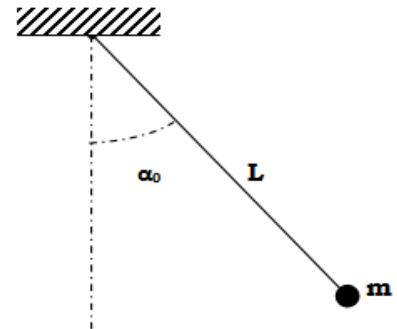

figure 4.1
**1-** Un pendule simple est constitué d'une bille de petite dimension, de masse  $m = 50\text{g}$ , reliée à un support fixe par un fil inextensible de longueur  $L = 60,0\text{cm}$  et de masse négligeable (voir figure 4.1).